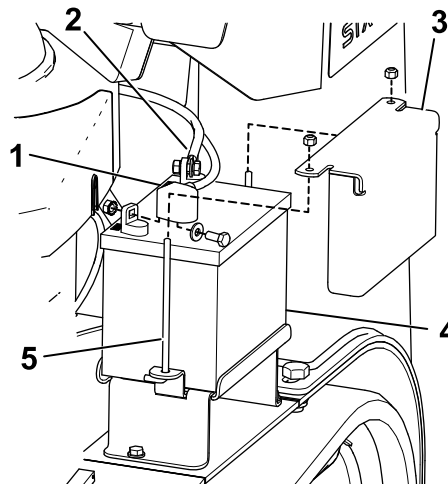

Figura 42
3. Levante a tampa de borracha preta no cabo negativo. Desligue o cabo negativo da bateria do terminal negativo (-) da bateria (Figura 42).
4. Retire a proteção do terminal vermelho do terminal positivo (vermelho) da bateria. Em seguida, retire o cabo positivo (vermelho) da bateria (Figura 42).
5. Retire a placa de suporte, os pernos em J e as porcas que seguram a bateria (Figura 42) e retire a bateria.
1. Utilizando os fixadores anteriormente retirados, instale o cabo da bateria positivo (vermelho) no terminal da bateria positivo (+) (Figura 42).
3. Utilizando os fixadores anteriormente retirados, instale o cabo da bateria negativo (preto) no terminal da bateria negativo (-) (Figura 42).
4. Prenda a bateria utilizando a barra e as quatro porcas de orelhas (Figura 42).